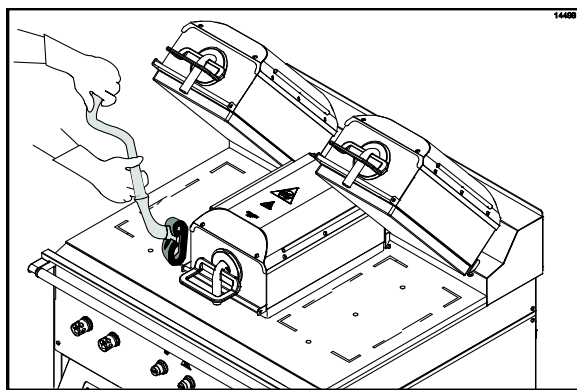

Figura 54
21. Aplique a solução para limpeza de grill nos dois lados do platen do meio. (Veja a Figura 54.)